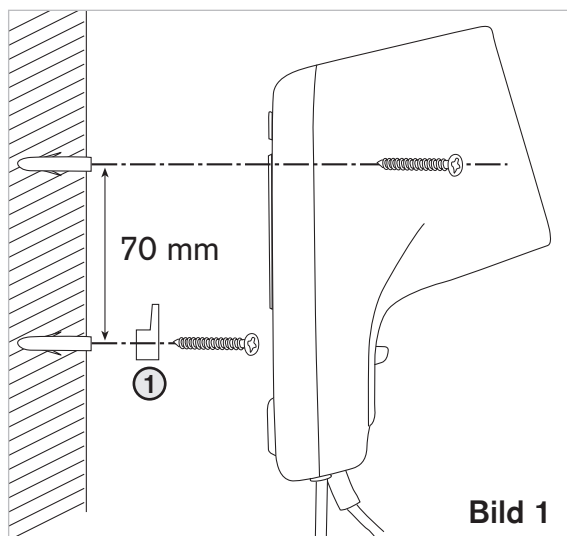

Bild 1
A.) Elektrifizierung mit Stecker: (Abbildung 1)
1. Bohren Sie 2 Löcher von 6 mm Durchmesser in die Wand (Bild 1). Verwenden Sie für die Löcher einen Dübel. Befestigen Sie den Bügel ① mit einer Schraube.
2. Lösen Sie die Schraube ② in der Frontabdeckung und entfernen Sie diese. Nehmen Sie das Netzkabel mit Stecker aus der Kabelklemme. ③
3. Brechen Sie den runden Kunststoffausschnitt ④ auf der Rückseite durch. Hier können Sie die bauseitigen Kabel einziehen. Setzen Sie die hintere Abdeckung genau auf den Bügel, und fixieren diese mit einer Schraube.
5. Nach einem Check setzen Sie die Frontabdeckung auf, unter Verwendung der runden Abdeckung zum schliessen des Kabelauslasses ⑤ und befestigen Sie diese mit der vorher gelösten Schraube.